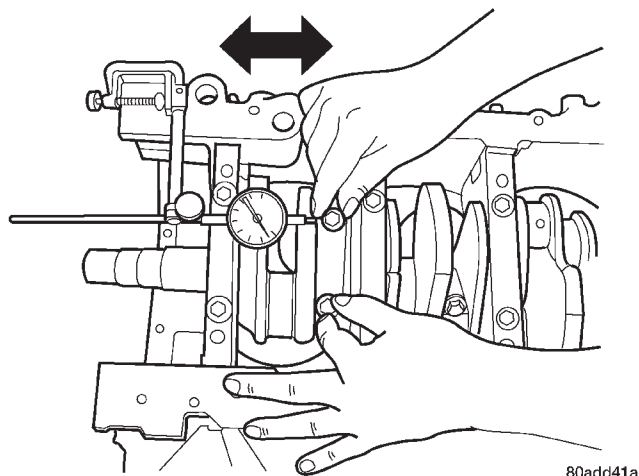

Abb. 15 Axialspiel der Pleuellager messen
(3) Vor dem Aufschrauben der Muttern sind die Gewinde mit Motoröl zu schmieren.
(4) Muttern von Hand auf jede Schraube drehen und anschließend abwechselnd mit dem vorgeschriebenen Drehmoment anziehen, um ordnungsgemäße Montage der Lagerdeckel sicherzustellen.
(5) Muttern mit 54 N·m (40 ft. lbs.) PLUS 1 Vierteldrehung anziehen.
(6) Axialspiel der Pleuel mit einer Fühlerlehre prüfen (Abb. 15). Sollwerte siehe Tabelle—Axialspiel der Pleuellager.